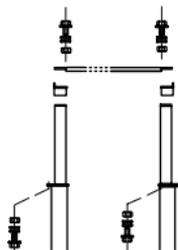

Рисунок 6 – Установка верхней балки
12. Установите верхнюю балку, как показано на рис. 6. Установите фотоэлектрический сенсор и подключите его.